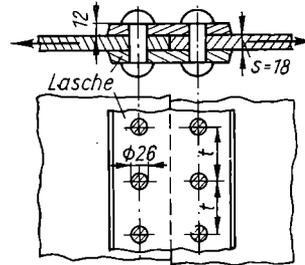

Bild 45
76. Die $s = 18$ mm dicken Bleche eines Dampfkessels sind nach Bild 45 durch zwei Laschenbleche von je 12 mm Dicke verbunden (Doppellaschen-Nietung). Nietdurchmesser $d = 26$ mm. Abscherfestigkeit des Nietstahls $\tau_{aB} = 3700$ kp/cm², Zugfestigkeit der Kesselbleche $\sigma_{zB} = 4600$ kp/cm². Wie groß ist die Teilung t , d. h. der Abstand der Niete in einer Reihe, zu bemessen, damit die Sicherheit der Niete gegen Abscheren ebenso groß wird wie die Sicherheit der Bleche gegen Zerreißen?